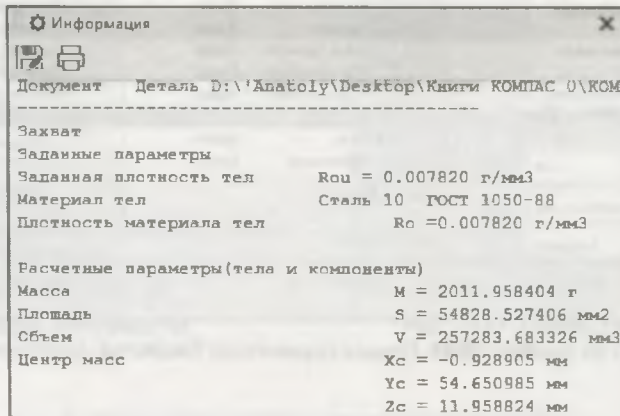

Рис. 23.13. Окно Информация
- переключатель **Центр масс** (по умолчанию выключен). Ставим переключатель в положение **1** (включен). Появляются окна **Координаты**. Нажимаем кнопку **Пересчитать МЦХ**  — в графическом поле появляется панель **Информация** (рис. 23.13), где имеются все данные по данной модели: масса модели, объем модели, площадь поверхности модели, координаты центра масс;